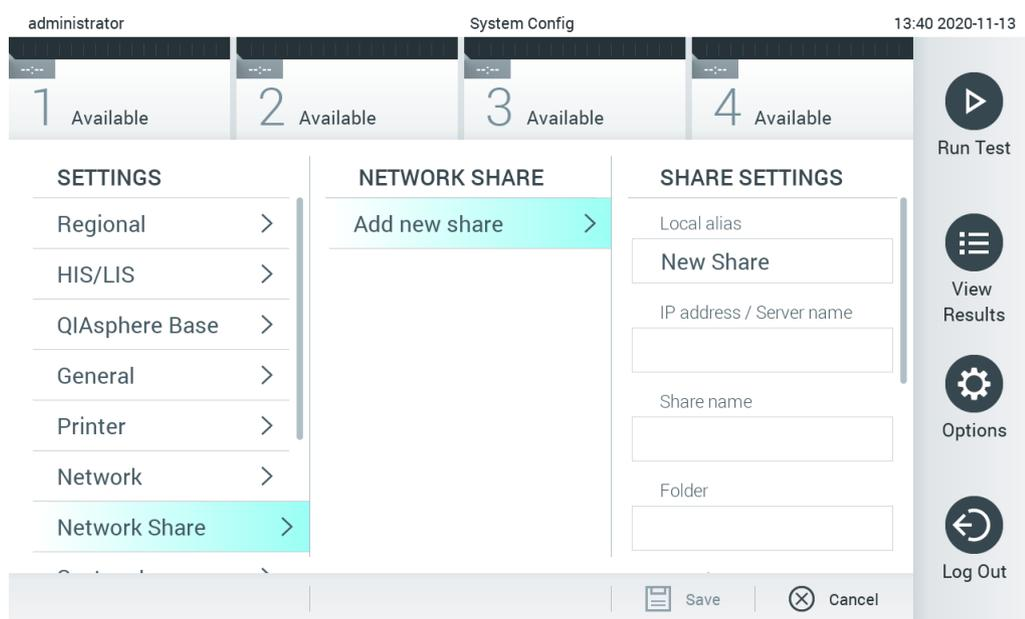

Figura 76. Aggiunta di una condivisione di rete.
3. Premere il pulsante Add new share (Aggiungi nuova condivisione) (Figura 76).